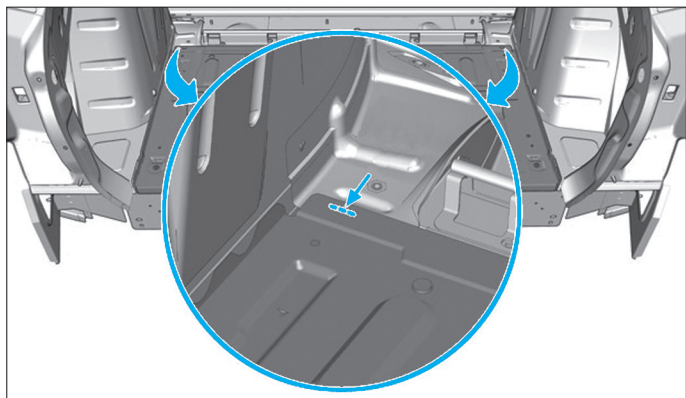

FIG. 213
- Effectuer deux cordons MIG (Fig.213).